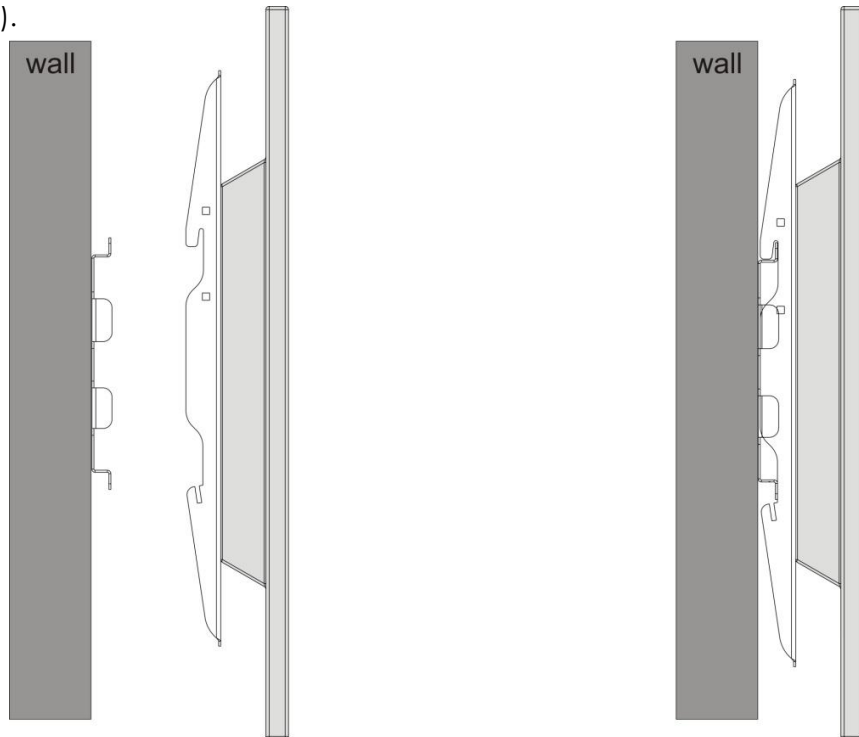

Abb. 7
- Wenn die Wandhalterung sicher an der Wand angebracht ist, heben Sie den Fernseher vorsichtig (2 Personen) hoch und hängen Sie die oberen Haken der TV-Schienen über die Schiene der Wandplatte (siehe Abb. 7).